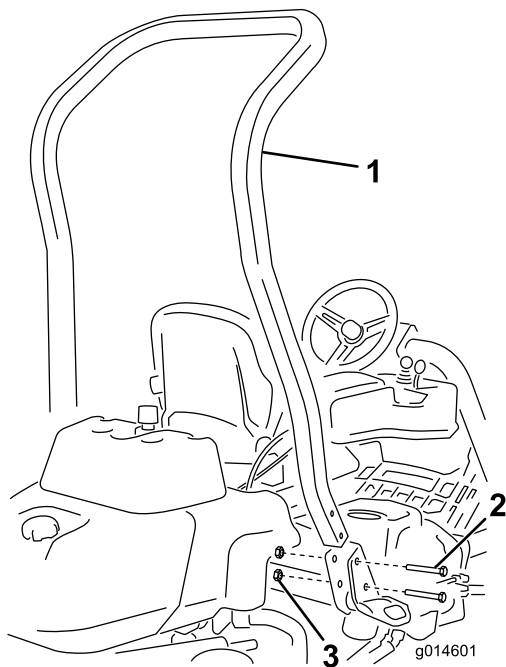

図3
3. 機体の左右にあるポケットにROPSを差し込み、ボルト1/2 x 3-3/4 インチ4本とフランジナット4本1/2 インチで固定する **図3**。